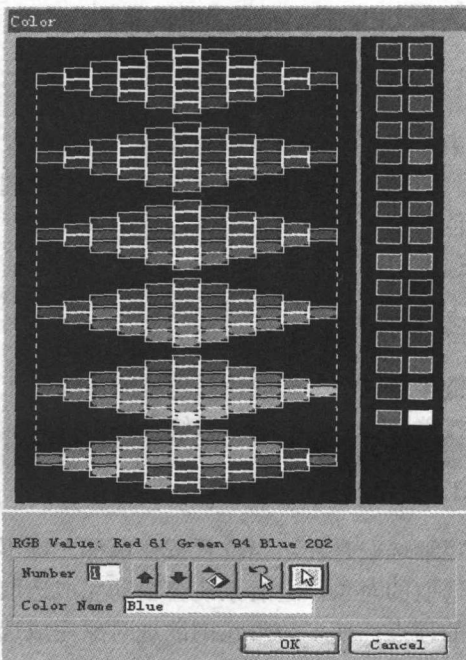

图 2-4 颜色筛选对话框
(2) 当點選 Color 颜色筛选后, 系统显示颜色筛选对话框, 如图 2-4 所示, 系统将仅选取用户选取颜色所对应的对象。